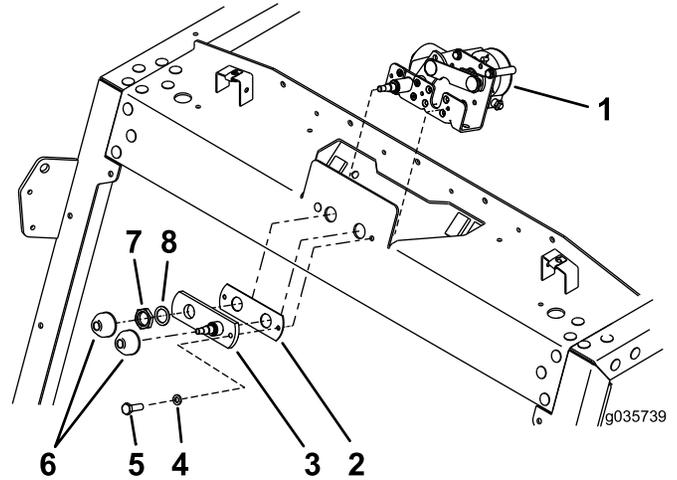

Figura 2
2. Retire el perno y la arandela de freno del eje (Figura 2).
3. Retire los tapones de plástico, la contratuerca, la arandela, el eje y la junta del motor del limpiaparabrisas (Figura 2).